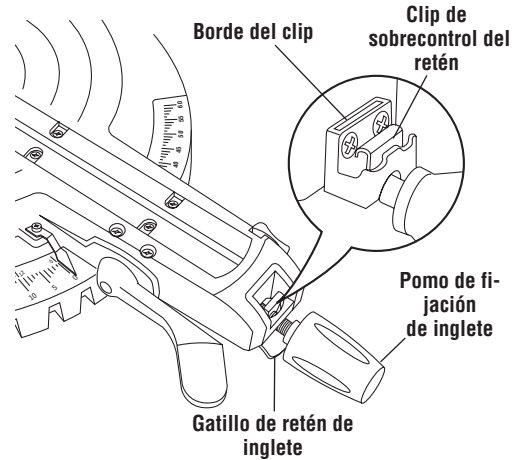

Figura 26. Sobrecontrol del retén
2. Empuje el clip de sobrecontrol del retén hacia adelante y acóplalo en su sitio sobre el borde. Suelte el gatillo del retén de inglete (Figura 26).